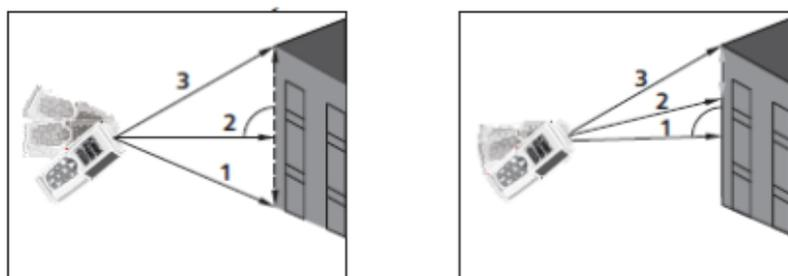

Fig. 8: Exemplos de medições Indiretas com 3 pontos
- Colocar o instrumento no ponto mais baixo (1) da medição (ver Fig. 8) e premir o botão
4. Colocar o instrumento na posição mais horizontal possível (2) da medição (ver Fig. 8) e premir o botão para efetuar a medição. O resultado é apresentado no segundo display parcial. O símbolo “◁” é apresentado no display com o lado “3” intermitente
5. Colocar o instrumento no ponto mais alto (3) da medição (ver Fig. 8) e premir o botão para efetuar a medição